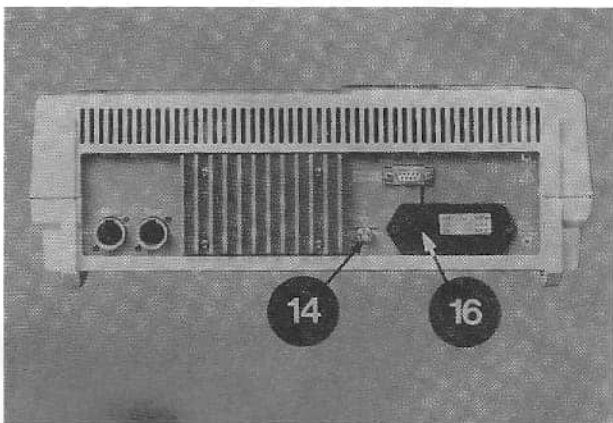

Bild 3-2
- * Gerät an Versorgungsnetz anschließen (16).
Bei intrakardialen Untersuchungen Gerät über Potentialausgleichsleitung mit Potentialausgleich des Untersuchungsraumes verbinden (14). Bild 3-2